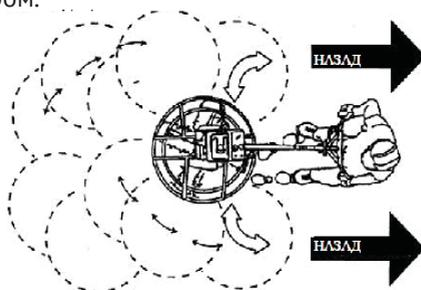

рис.4
7.5.1 Ниже (рис.4) показана работа затирочной машины, управляемой идущим сзади оператором.